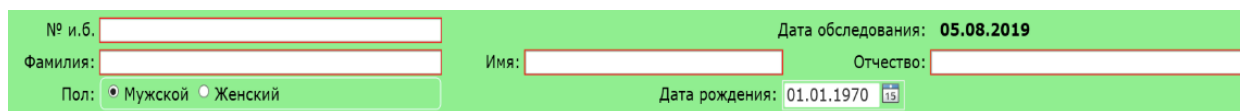

Рисунок 9 – Экран карточки пациента
• Поля «№ и.б.» (№ истории болезни), «Фамилия», «Имя» и «Отчество» обязательны для заполнения (рисунок 9). На одного пациента с соответствующим номером истории болезни может быть заведена только одна карточка. Это позволяет сформировать базу данных таким образом, чтобы исключить дубликаты.